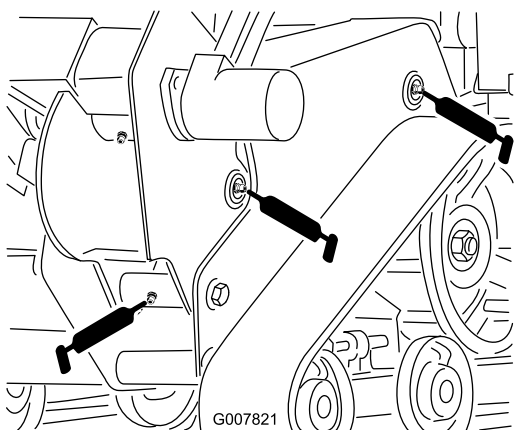
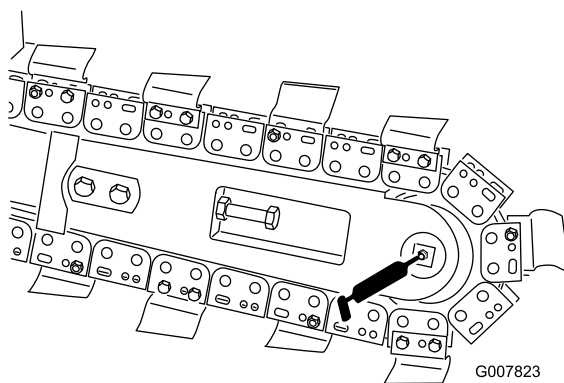

Figura 22
Figura 24
4. Conecte una pistola de engrasar a cada punto de engrase (Figura 22 a Figura 24).